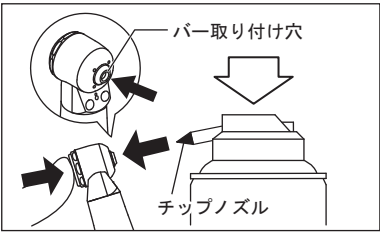

図7
2) プッシュボタンを軽く押しながらバーの取り付け穴へ直接スプレー注油を行います（図7）。